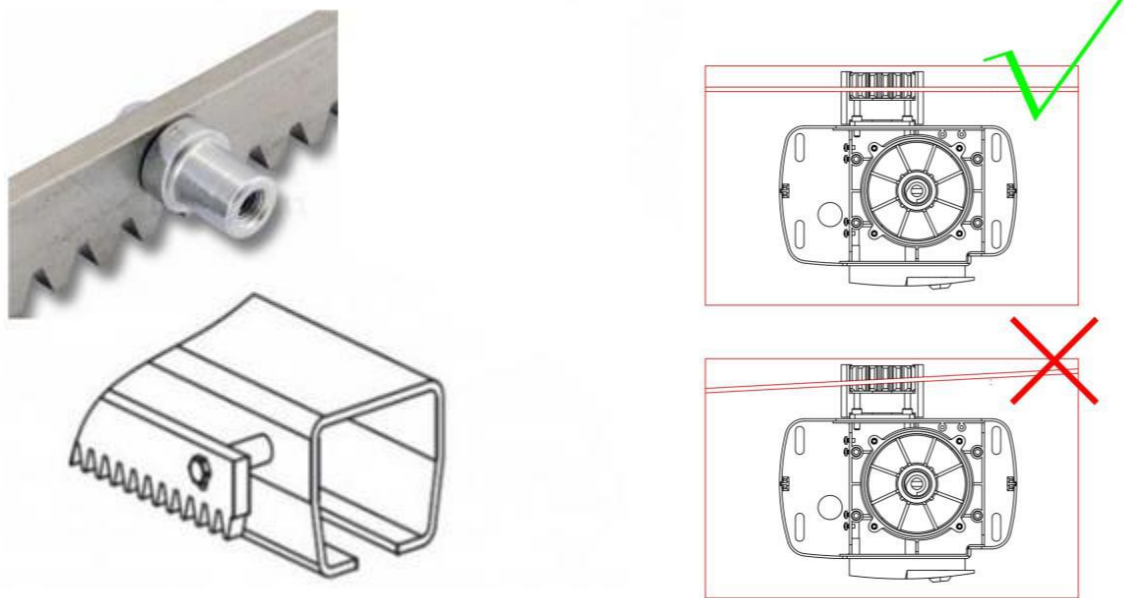

Рис. 5 Установка зубчатой рейки
3. Поместите первую секцию зубчатой рейки горизонтально на шестерню привода, прижав крепления (втулки) к поверхности створки ворот. Выдерживайте зазор между зубчатой рейкой и шестерней 2...3 мм для предотвращения воздействия веса створки на привод. Наметьте точки крепления зубчатой рейки на створке ворот. Важно отметить, зубчатая рейка должна находиться параллельно всей оси откатных ворот. Смотрите рисунок 5.